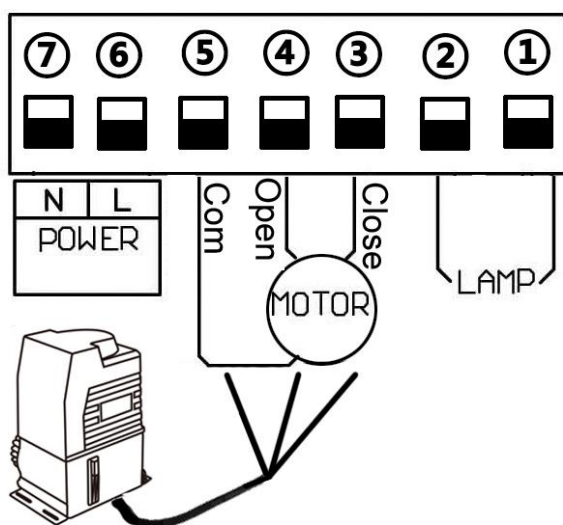

Fig 2
1. Terminal ⑥ y ⑦ es para conectar la alimentación 120V.
2. Conecte al motor de la puerta deslizante Fig. 2